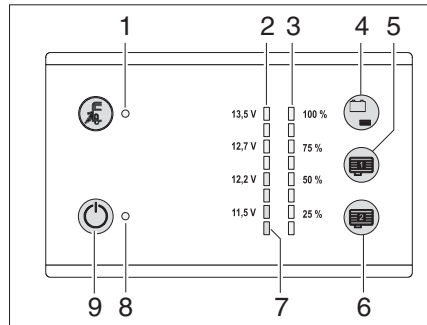

Bild 93 Panel LT 101 / LT 102
Der Tankfüllstand des Wassertanks kann mit dem Sensor-Tastfeld (Bild 93,4) abgefragt werden.
- Sensor-Tastfeld (Bild 93,4) berühren: Der Füllstand des Wassertanks wird in vier Stufen mit den LEDs (Bild 93,3) (25 % bis 100 %) angezeigt.
Die Tankfüllstände der innenliegenden Abwassertanks (Sonderausstattung) können mit den Sensor-Tastfeldern (Bild 93,5 und 6) abgefragt werden.
- Sensor-Tastfeld (Bild 93,5 oder 6) berühren: Der Füllstand des entsprechenden Tanks wird in vier Stufen mit den LEDs (Bild 93,3) (25 % bis 100 %) angezeigt.
Die rote Warn-LED (Bild 93,7) blinkt, sobald die Spannung der Wohnraumbatterie nur noch 11 V (Messung im laufenden Betrieb) beträgt und damit Tiefentladung droht.
Mit dem Sensor-Tastfeld (Bild 93,4) kann der Ladezustand der Wohnraumbatterie abgefragt werden.
Anzeigen: ■ Sensor-Tastfeld (Bild 93,4) berühren: Ladezustand der Wohnraumbatterie wird angezeigt.
Der 12-V-Hauptschalter (Bild 93,9) schaltet das Panel und die 12-V-Versorgung des Wohnraums ein und aus.
Einschalten: ■ Sensor-Tastfeld (Bild 93,9) berühren: Die 12-V-Versorgung des Wohnraums ist eingeschaltet. Die Kontroll-Leuchte (Bild 93,8) leuchtet grün.
Ausschalten: ■ Sensor-Tastfeld (Bild 93,9) erneut berühren: Die 12-V-Versorgung des Wohnraums ist ausgeschaltet. Die 12-V-Kontroll-Leuchte (Bild 93,8) erlischt.
- ▷ Blinkt die Warn-LED Tiefentladung (Bild 93,9), kann die Versorgung nicht eingeschaltet werden, da die Batteriespannung zu niedrig ist.